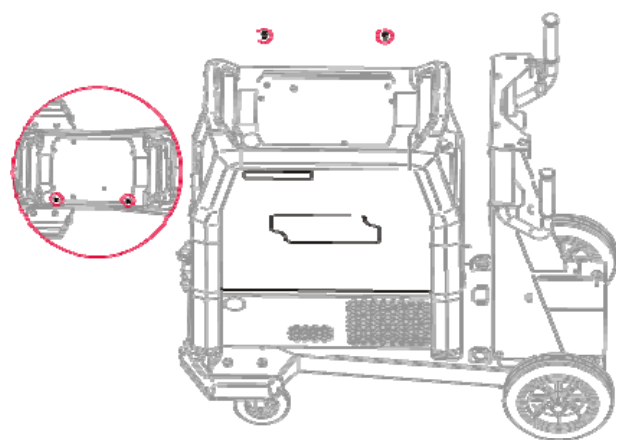

Figura 5
- Coloque el panel lateral (Figura 5).
- Monte el panel lateral apretando los dos tornillos M5x20 (Figura 5).